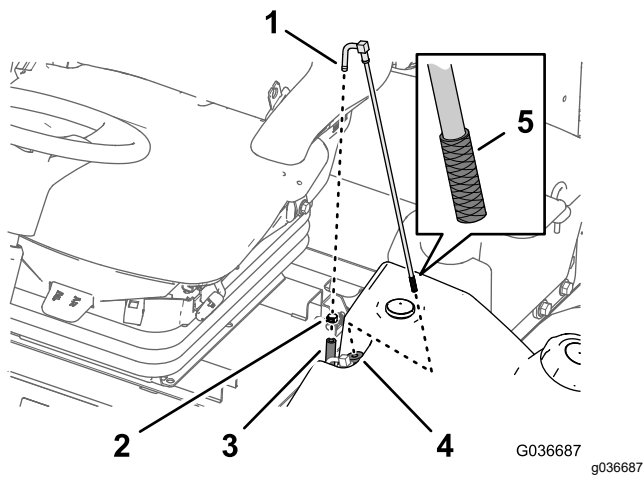

図 97
1. 燃料供給ホースを燃料供給チューブに固定しているホースクランプを外す 図 97。
2. フィッティングからホースを取り外す 図 97。
3. 燃料タンクから燃料供給チューブを取り出す 図 97。
4. 燃料供給チューブの端部のスクリーンにたまっているごみていねいに取り除く 図 97。
5. ゴム製ブッシュを通して燃料タンク内部へ燃料供給チューブを挿入する 図 97。